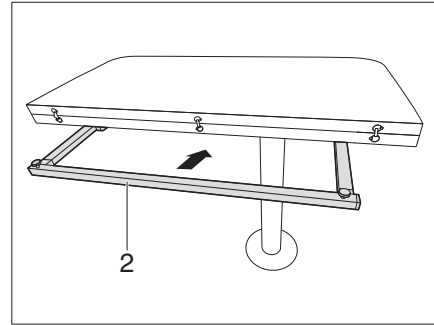

Fig. 105 Insérer l'infrastructure de la table pliante
- Insérer l'infrastructure de la table (Fig. 105,2).